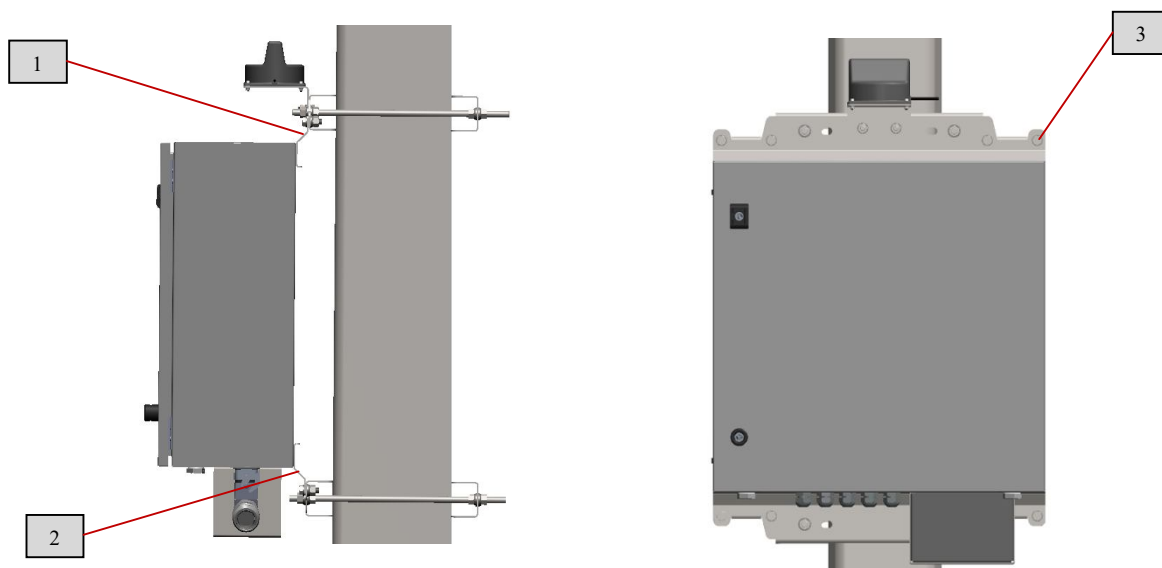

Рис.41 Установка шкафа управления
После этого, надеть шкаф управления на верхний швеллер за крючки верхнего уголка (1) монтажного комплекта (рис.41). Затем, отрегулировать высоту установки нижнего швеллера до совпадения с ответными отверстиями нижнего уголка (2).